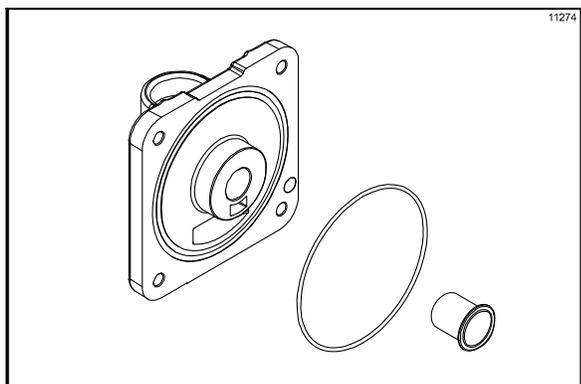

図121
11. フリーザードアリングをフリーザードア後部の溝にはめます。フロントベアリングの外周部にループを塗り、ドアハブへはめこみます(図121を参照)。